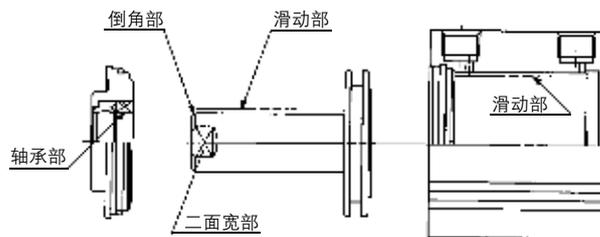

图6 润滑脂的涂抹位置
④ 气缸的各零部件
a. 向图6所示的气缸各部位涂抹润滑脂，1个100mm行程的气缸所需润滑脂的量参见表1。食指可舀起的量约为3g。